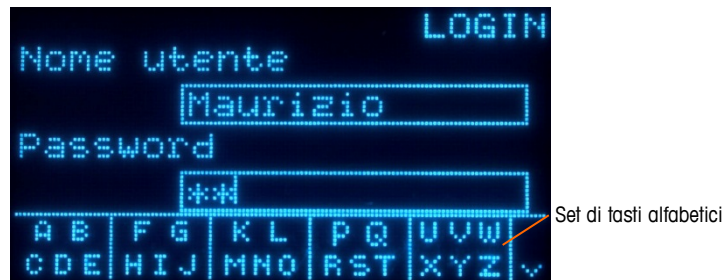

Figura 3-2: Schermata Procedura di accesso (tasti alfabetici)
1. Premere il tasto INVIO per accedere alla casella di immissione Nome utente. I softkey diventano tasti alfabetici (v. Figura 3-2).
1. Con l'etichetta del campo Password evidenziata, premere il tasto INVIO. I softkey diventano tasti alfabetici (v. Figura 3-2) e viene evidenziata la casella di immissione Password.